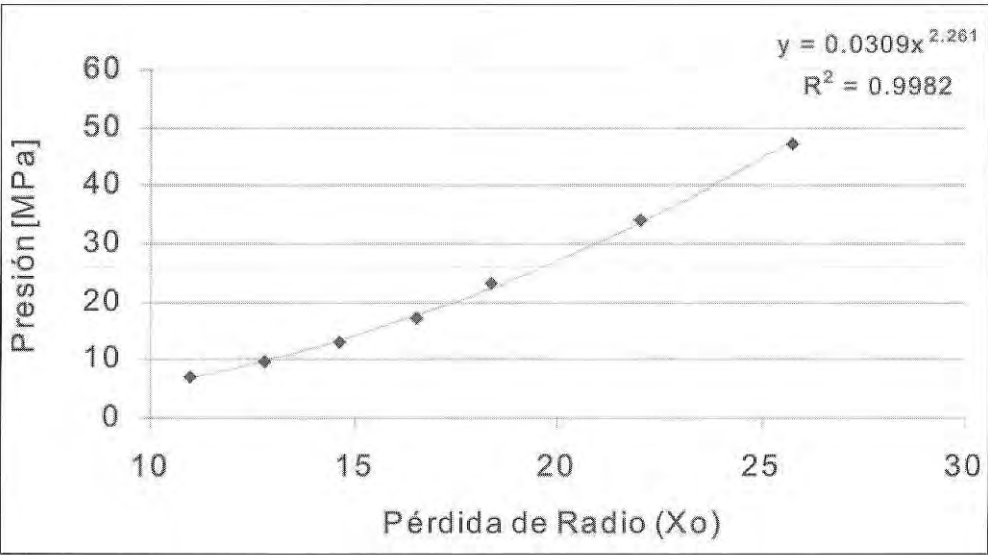

Figura 6: Presión en función de la pérdida de radio
se relacionan con la presión requerida para alcanzar la resistencia a tracción del hormigón, previamente determinada. En Figura 6 se
La relación indicada en Figura 6, y representada por la ecuación (3) permite estimar la acción estática (presión circunferencial) que da origen a la fisura, la